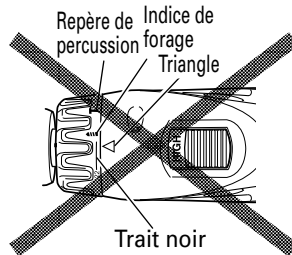

Fig. 7
- Ne pas utiliser avec le sélecteur de débrayage entre le chiffre "22" et le trait noir au milieu du repère de perceuse. Cela pourrait provoquer des dommages (Voir Fig. 7).